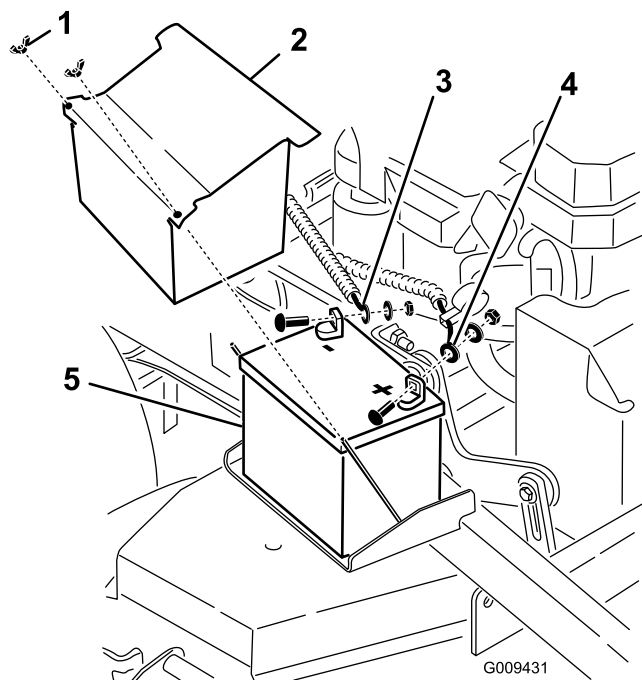

Figura 52
3. Levante la cubierta de goma negra del cable negativo. Desconecte el cable negativo del borne negativo (-) de la batería (Figura 52).
4. Retire la cubierta de goma roja del borne positivo (rojo) de la batería. Luego retire el cable positivo (rojo) de la batería (Figura 52).
5. Retire la pletina de sujeción de la batería (Figura 52), y retire ésta.
1. Coloque la batería en la máquina (Figura 52).
y un perno (Figura 52). Deslice la cubierta de goma sobre el borne.
4. Luego conecte el cable negativo y el cable de tierra al borne negativo (–) de la batería con una tuerca, una arandela y un perno (Figura 52). Deslice la cubierta de goma sobre el borne.